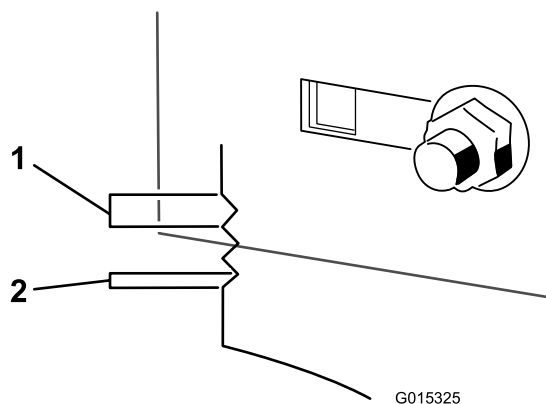

Figure 52
10. Utilisez les fentes du support soudé pour mesurer le réglage requis. La surface de chaque fente équivaut à 6 mm (0,25 po), et un côté équivaut à 3 mm (0,125 po) (Figure 52). Réglez le tablier de coupe à la hauteur voulue.